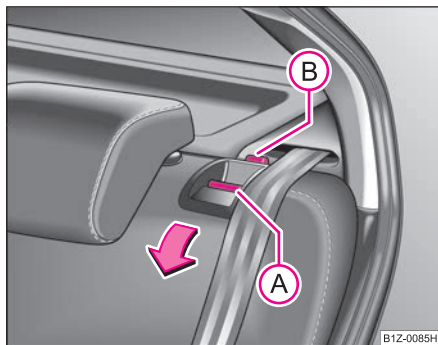

Fig. 67 Deblocarea spătarului
- Apăsăți butonul de deblocare A și pliați spătarul scaunului din spate ⇒ fig. 67.
- Asigurați-vă că punctul de culoare roșie (B) este acoperit ⇒ pagina 88, fig. 67.